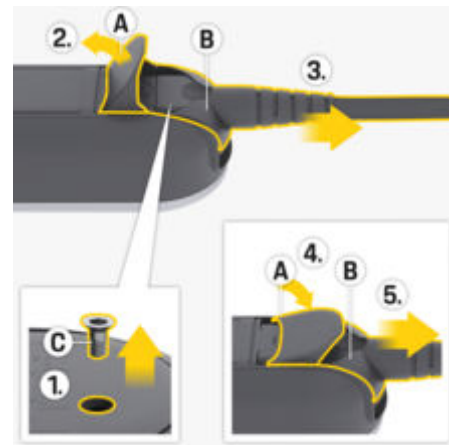

図. 195: 電源供給ケーブルの切り離し
1. 適切なツールを使用して、スクリュー C (図. 195) を取り外します。
2. カバー A (図. 195) を完全に開きます。
3. 抵抗を感じる所までプラグ B (図. 195) を引き出します。
4. カバー A (図. 195) を約 15 度に閉じます [カバーをプラグ B (図. 195) に預けた状態にできます]。
5. プラグ **B** (図. 195) を完全に引き出します。